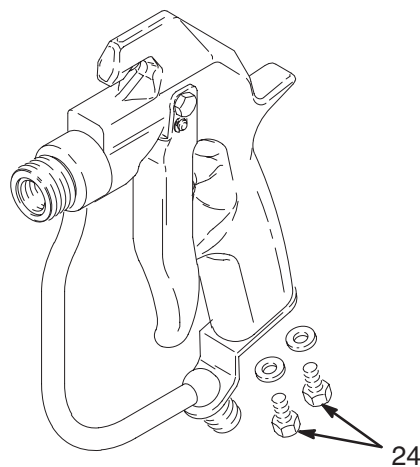

Fig. 9 04733
5. Ta bort skruvarna (24). Se Fig. 9.